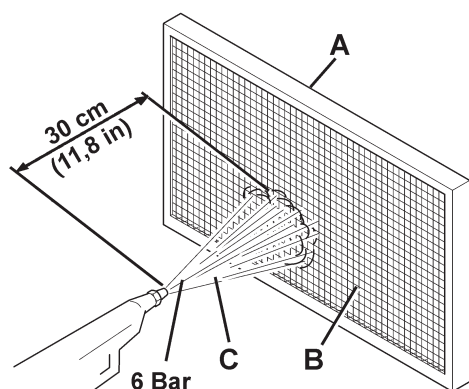

Abbildung 14
18. Den Filter in geeigneter Umgebung unter freiem Himmel reinigen: Die der Gewebeseite (B, Abb. 14) gegenüberliegende Seite (A) auf eine ebene und saubere Oberfläche klopfen.
- Den Filter mit der Gewebeseite (B, Abb. 14) nach oben einbauen.